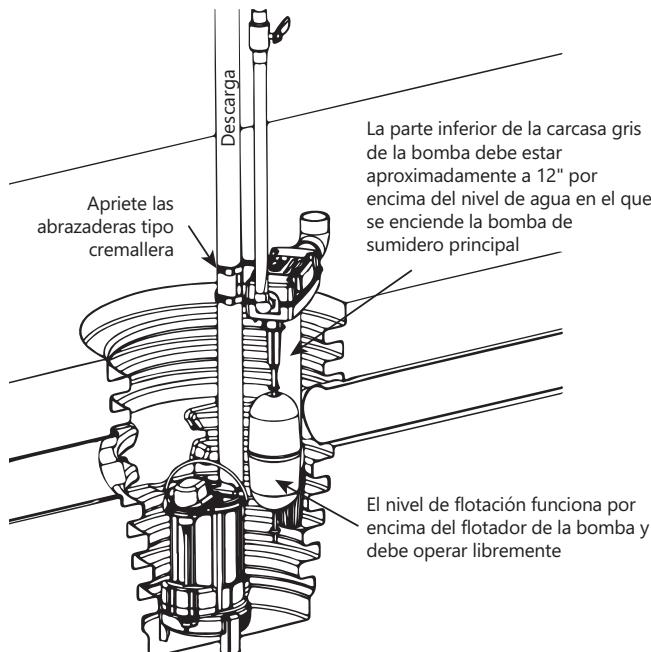

Figura 2. Colocación de SumpJet
- Usando las abrazaderas tipo cremallera proporcionadas, Monte el dispositivo SumpJet en la tubería de descarga existente. Coloque la unidad de modo que el nivel de flotación opere unas pulgadas por encima del nivel de encendido de la bomba de sumidero principal. (Consulte la Figura 2). Apriete las abrazaderas tipo cremallera en la tubería de descarga.